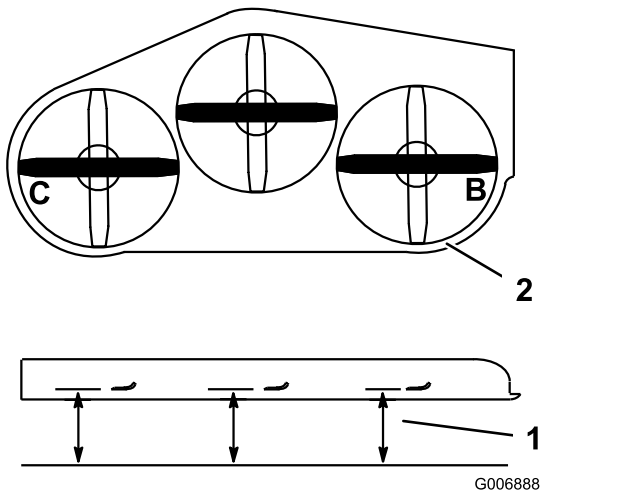

Figura 79
4. Mida en las posiciones **B** y **C** desde una superficie nivelada hasta el filo de corte de los extremos de las cuchillas (Figura 79).